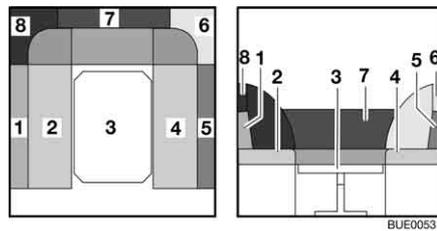

Bild 89 Während des Umbaus
- Die Sitzpolster (Bild 89,2 und 4) zur Mitte ziehen.
- Die Rückenpolster (Bild 89,1 und 5) zwischen die Sitzpolster und die Außenwand legen
- Die Rückenpolster (Bild 89,6, 7 und 8) abnehmen und beiseite legen.